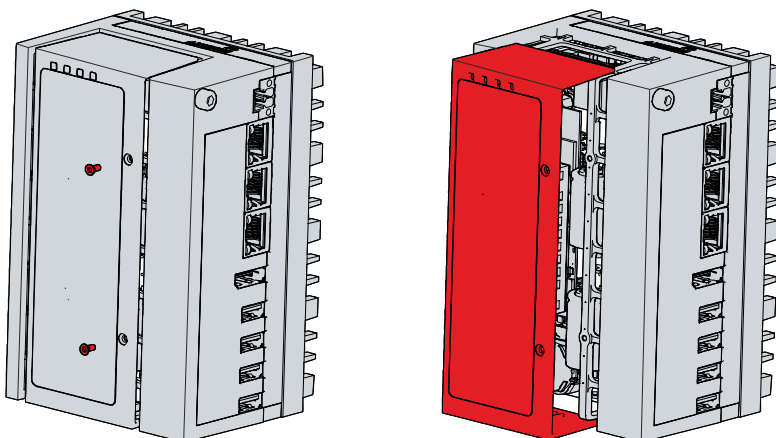

Abb. 26: Zugang Batterie und Speichermedien
Sie haben nun Zugriff auf Batterie (1) und Speichermedium (2) (siehe Abb. 26).